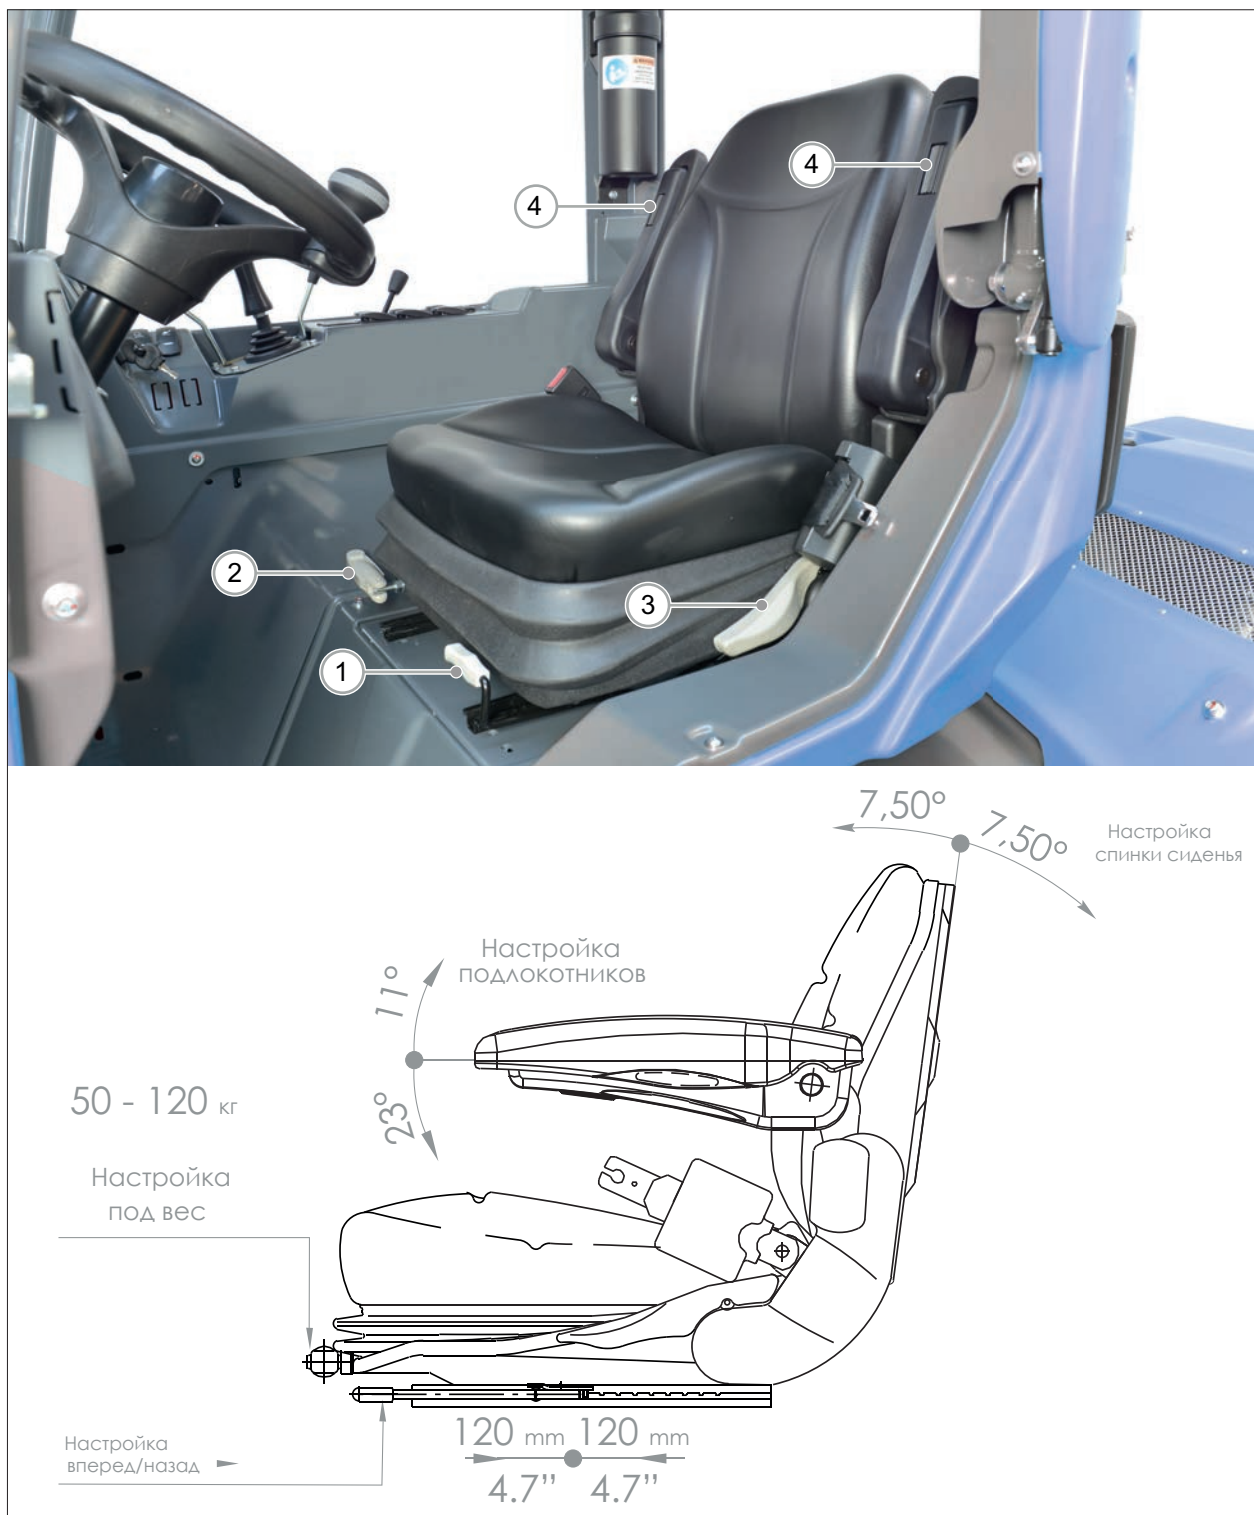

РИС. 24
- 2) Потяните и удерживайте рычаг (РИС. 24 - Сс. 1), расположенный под сиденьем с левой стороны.
- 2) Поверните регулировочный рычаг (РИС. 24 - Сс. 2) по часовой стрелке (+ мягкость) или против часовой стрелки (+ жесткость) чтобы отрегулировать подвеску сиденья с учетом веса оператора.
- 3) После этого расположите рычаг (РИС. 24 - Сс. 2) горизонтально, чтобы избежать его повреждения.
- Для настройки подлокотников покрутите барашек (РИС. 24 - Сс. 4) расположенный в нижней части подлокотника.
- 2) Потяните за ручку (РИС. 24 - Сс. 3) и удерживайте ее в этом состоянии.
- 3) Отрегулируйте спинку в желаемое положение и отпустите ручку (РИС. 24 - Сс. 3), чтобы зафиксировать ее на месте.